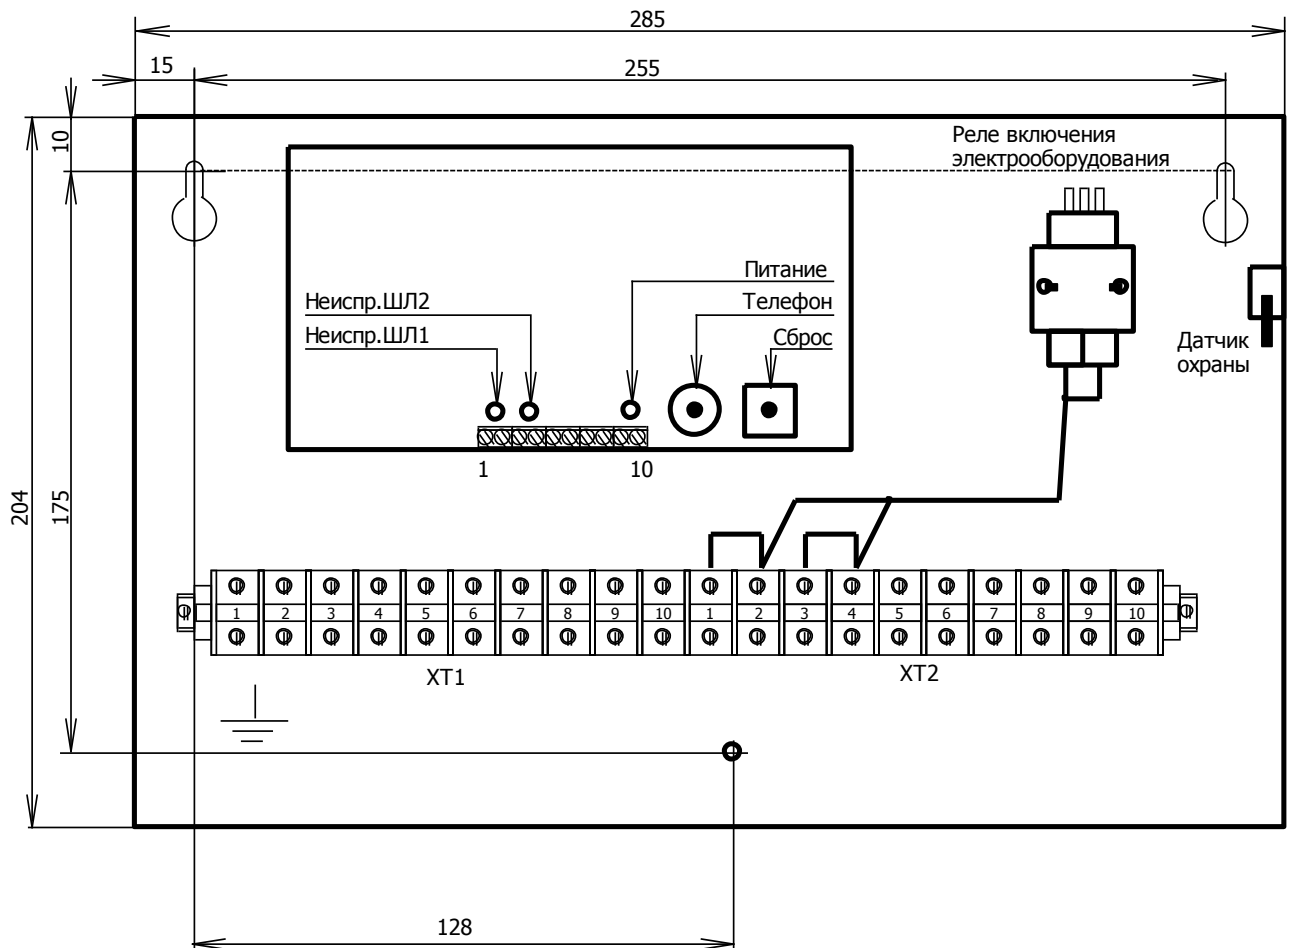

Рис. 6.2. Установочные и габаритные размеры ЭП
Внутри корпуса установлены следующие элементы (Рис. 6.2):
6.3. Установку Терминала ППКП производить на стене при помощи двух шурупов ($d=3-3,5$ мм). Установку Этажного прибора производить на стене тремя шурупами ($d=3-3,5$ мм). Разметка для крепления Этажного прибора показана на рис.6.2.
6.5. Произвести монтаж клеммных колодок приборов Системы (см. табл. 6.1, 6.2). Монтаж производить в соответствии с монтажной схемой предприятия-проектанта и в соответствии со схемой электрической принципиальной подключения Рис. 6.2. Первым должен подключаться провод защитного заземления.